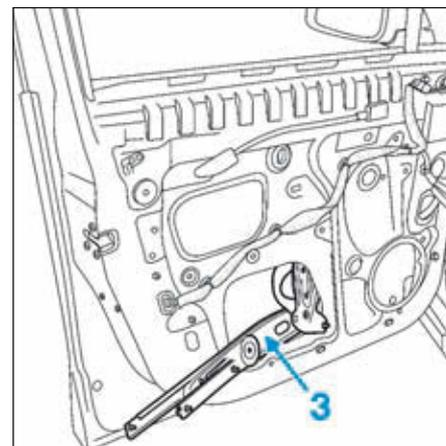
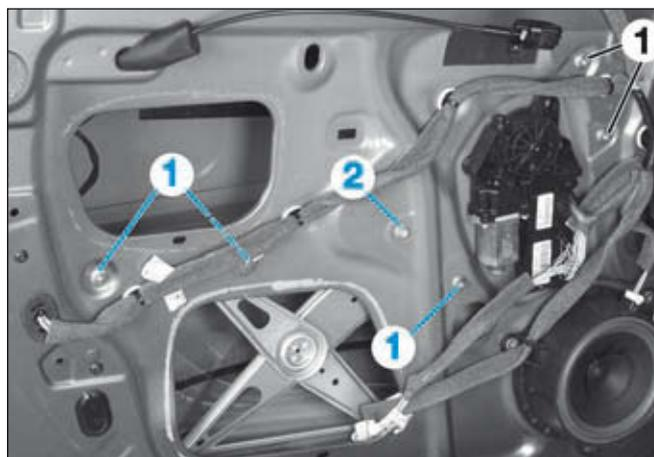

FIG.68
FIG.67
- les écrous (1) (Fig.67),
- la vis (2).
- Replier le mécanisme et le déposer par le bas de la porte (Fig.68).